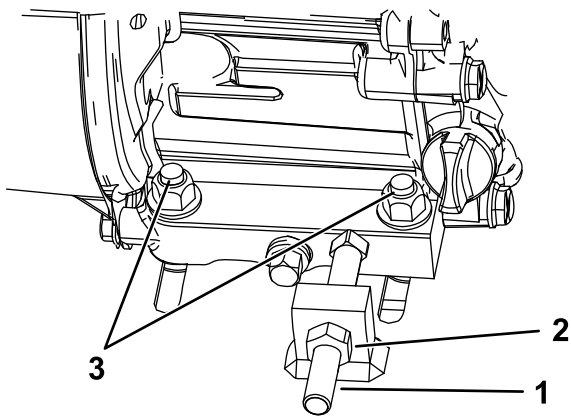

Figura 25
4. Afloje los 4 pernos de montaje del motor y las contratueras que sujetan el perno de ajuste (Figura 25).
7. Apriete las fijaciones que sujetan el motor al bastidor (Figura 25).
2. Afloje los 4 pernos de montaje del motor y las contratuercas que sujetan el perno de ajuste (Figura 25).